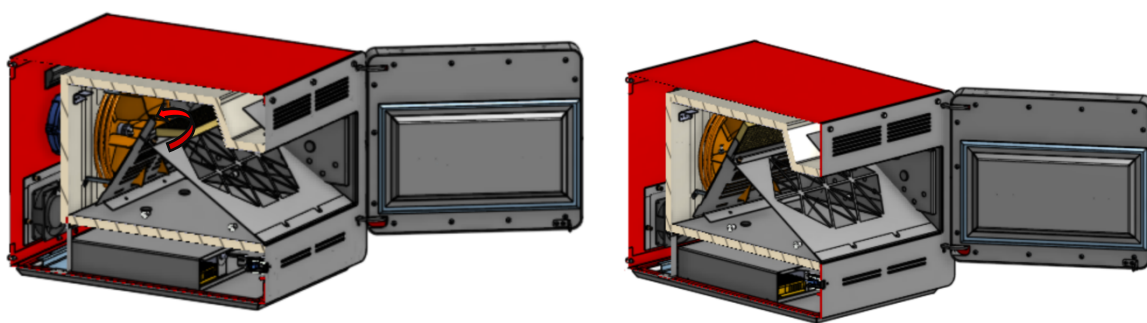

Figure 5. Introduction du filtre
- Insérez la plaque de protection en biais (figure 5) dans la chambre et placez le filtre dans le porte-filtre.